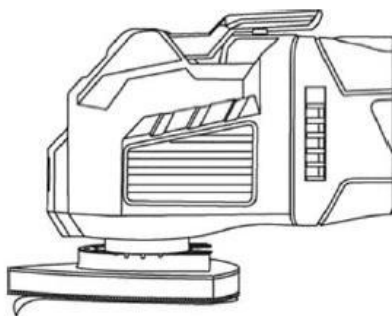

Fig. 5
3. Îndepărtați șmirghelul prin simpla desprindere a sa de la suportul cu velcro (fig. 5).